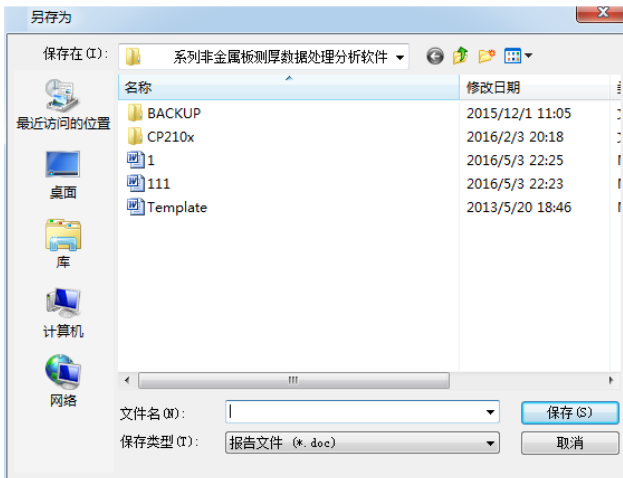

图 4.7 保存报告界面
3. 如图 4.7 所示，输入报告名称，点击[保存]生成 word 报告文件。